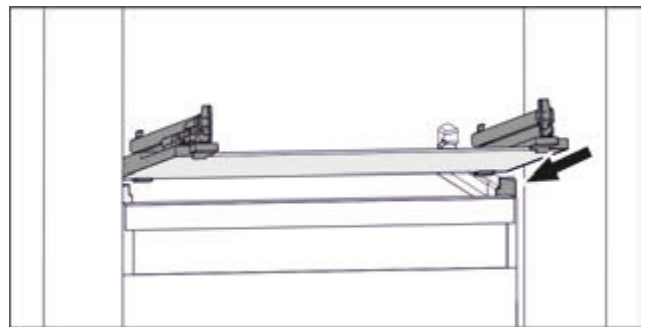

Fig. 99 Приблизне відображення скляної пластини
- ▶ Встановити скляну пластину за стопорами навкоси. (див. Fig. 99)